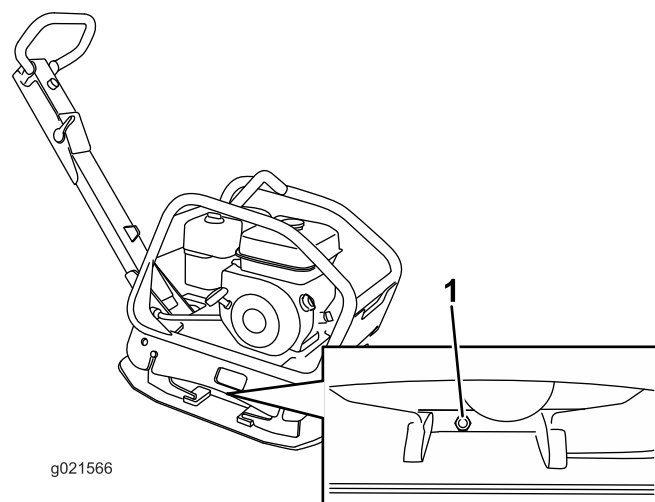

Figure 21
2. Placez un bac de vidange sous le bouchon d'huile et retirez la vis du bouchon d'huile sur le côté du carter d'excentrique (Figure 21).
2. Placez un bac de vidange sous le bouchon d'huile et retirez la vis du bouchon d'huile (Figure 21). Placez un bac de vidange sous le bouchon d'huile.
3. Inclinez le compacteur légèrement vers la droite et utilisez un pistolet à aspiration pour aspirer l'huile par l'orifice du bouchon d'huile (Figure 21).
4. Basculez le compacteur légèrement vers la gauche et versez lentement de l'huile dans l'orifice du bouchon d'huile (Figure 21).